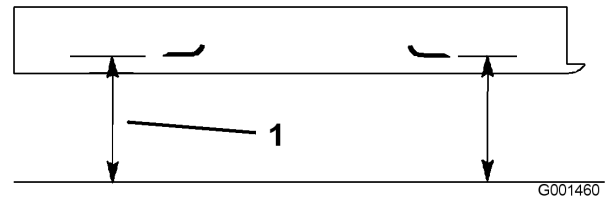

Figura 57
2. Mida desde una superficie nivelada hasta el filo de corte, posición A, de las cuchillas (Figura 57). Anote esta dimensión.